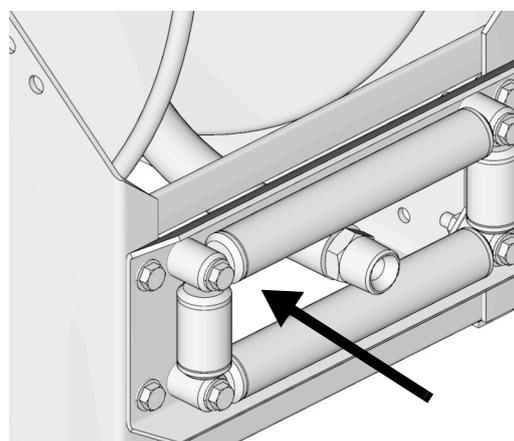

FIG. 19
5. Pase el extremo de manguera suelto a través de los rodillos de manguera y enrolle y fije la manguera manualmente en el carrete de manguera (FIG. 19).